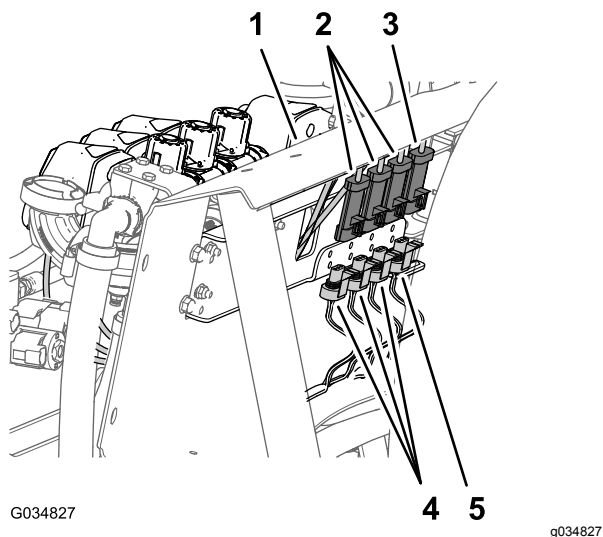

図 23
2. マニホルドマウント後部で、攪拌バルブから3ソケットコネクタを外し、ブームバルブ全部で3つから、それぞれ3ソケットコネクタを外す 図 23。